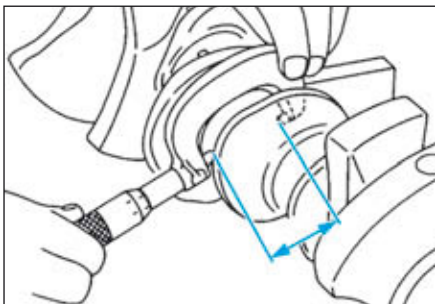

FIG.67
- Mesurer à l'aide d'un micromètre le diamètre (au centre de la portée) du tourillon de vilebrequin à contrôler. Le diamètre du tourillon de vilebrequin doit être compris entre 55,985 et 56,005 mm (Fig.67).